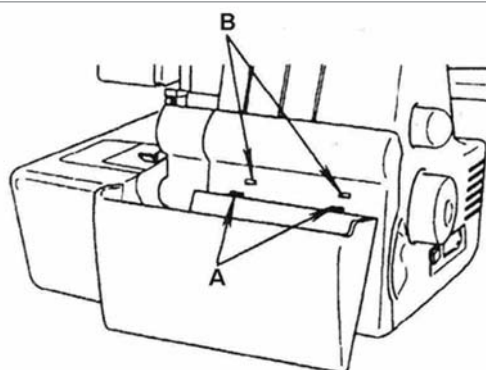

Bild 6
- Skjut först in de båda arreteringarna (A) i fästhålen (B) (bild 6).